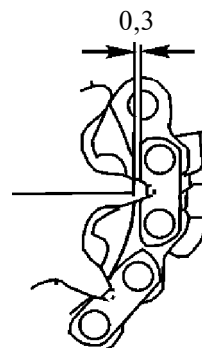

Рисунок 4.13
4.3.7.3 Заменять шину прежде, чем режущие и соединительные звенья цепи в зоне ведомой звездочки, начнут касаться нижними поверхностями беговых дорожек шины, см. рисунок 4.13.